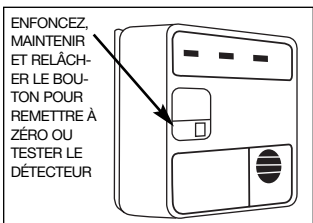

FIGURE 7
11. **APPUYEZ FERMEMENT SUR LE BOUTON TEST/RESET**, puis relâchez-le (Figure 7). L'avertisseur devrait émettre un court signal. L'avertisseur entame une séquence diagnostique : le